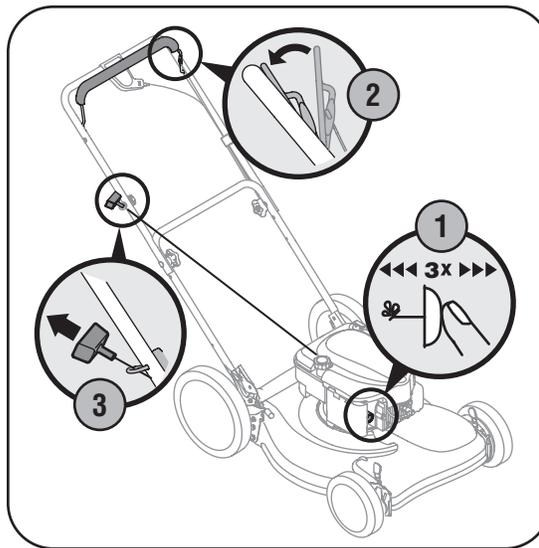

Figura 2
1. Oprima el cebador tres veces. Espere aproximadamente dos segundos entre cada presión. Vea la figura 2.
3. Colóquese detrás de la podadora, apriete la manija de control de la cuchilla y sosténgala contra la manija superior. Vea la Figura 2.
3. Sostenga firmemente las dos manijas juntas, tome la manija del arrancador de retroceso y tire de la cuerda para sacarla con un movimiento del brazo rápido, continuo y total. Vea la figura 2. Mantenga firme la manija del arrancador, deje que la cuerda regrese lentamente al arrancador. Repita hasta que el motor esté en marcha. Deje que la cuerda se vuelva a enrollar lentamente.